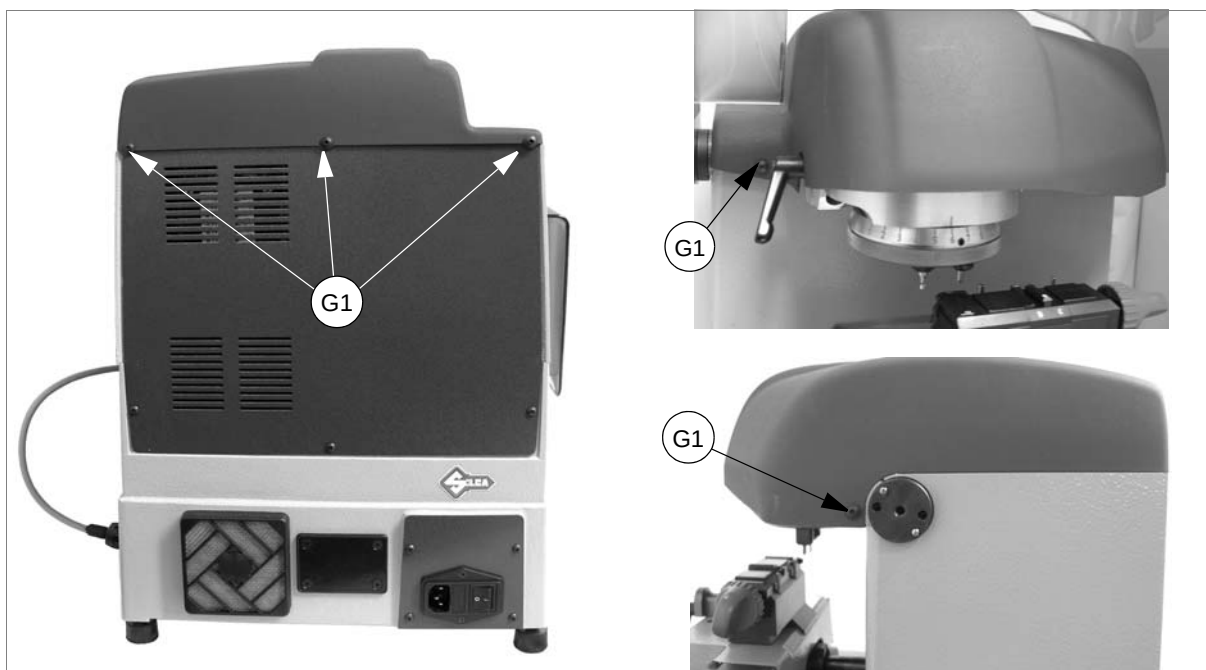

Figura 74
- 3) desaperte os 5 parafusos (G1) que fixam a chapa superior (figura 74) e remova-a.